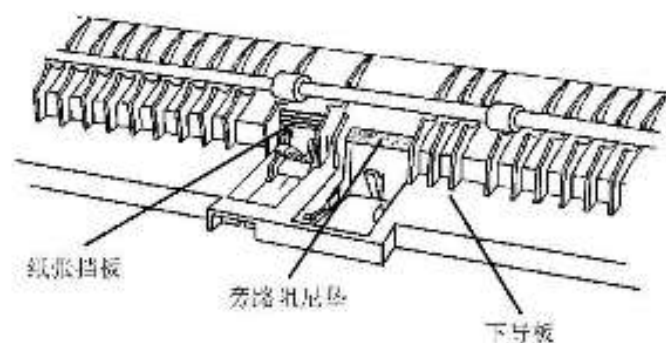

图5 定位纸张挡板
2. 定位纸张挡板和旁路阻尼垫(如: REP8.12 更换步骤2 中所示)以免 C3 卡纸(图 5)。